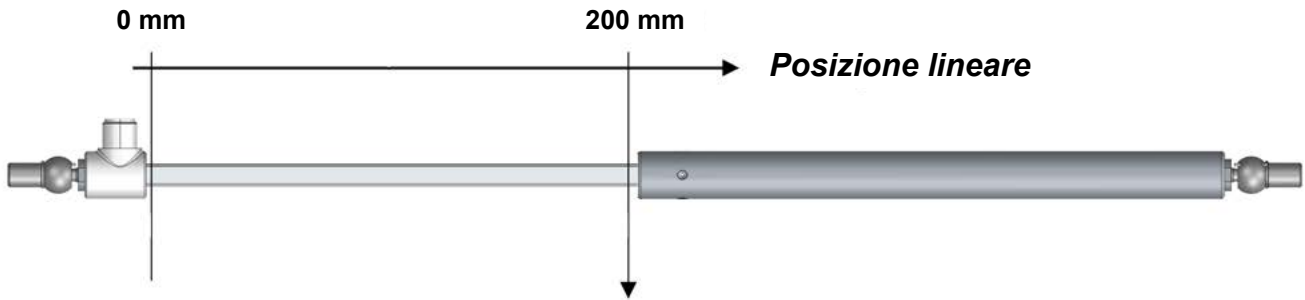

Figura 11. Posizione meccanica a 200 m
- **FS:** la Figura 11 e la Traccia 2 mostrano rispettivamente la posizione meccanica del sensore e del PDO1, che contiene la misura associata.